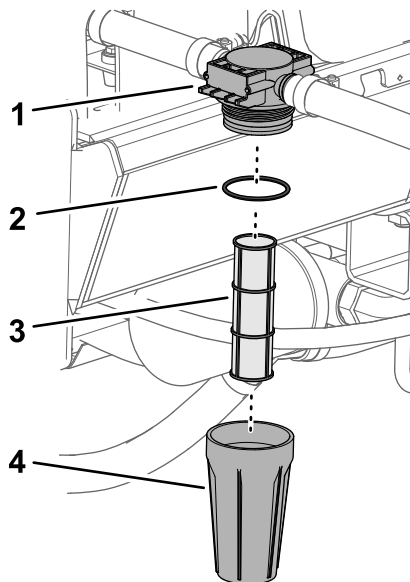

Figure 42
1. Tournez le filtre dans le sens antihoraire pour déposer la cuvette de la tête du filtre (Figure 42).
2. Vérifiez que l'élément filtrant est en bon état et n'est pas encrassé par des dépôts ou des débris (Figure 42).
- A. Retirez l'élément filtrant de la tête du filtre (Figure 42).
- C. Insérez l'élément filtrant dans la tête du filtre (Figure 42).
3. Contrôlez l'état du joint torique (Figure 42).
4. Vissez la cuvette sur la tête du filtre dans le sens horaire, et serrez-la à la main (Figure 42).